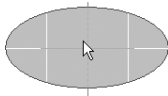
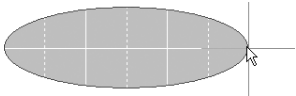

图 3-71 确定椭圆圆心
图 3-72 确定椭圆水平轴长度
(1) 选择菜单栏中的“放置”→“绘图工具”→“椭圆”命令，或在原理图的空白区域单击鼠标右键，在弹出的菜单中选择“放置”→“绘图工具”→“椭圆”命令，或单击“实用”工具中的“放置椭圆”按钮, 光标变成十字形。
(2) 将光标移到指定位置，单击鼠标左键，确定椭圆的圆心位置，如图 3-71 所示。光标自动移到椭圆的右顶点，水平移动光标改变椭圆水平轴的长短，在合适的位置单击鼠标左键确定水平轴的长度，如图 3-72 所示。